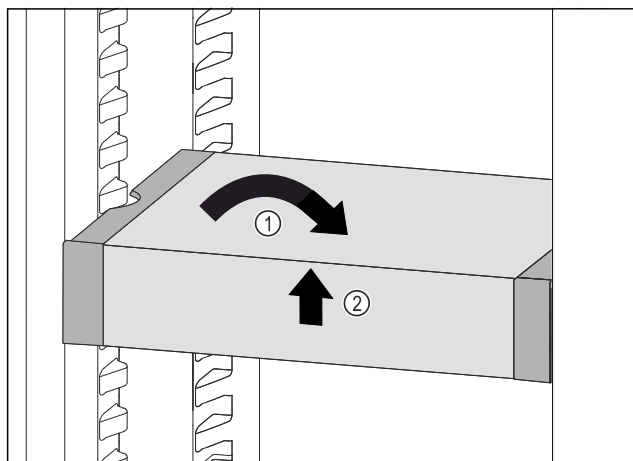

Fig. 116
- VarioSafe gerade stellen. Fig. 116 (1)
- VarioSafe vorne anheben. Fig. 116 (2)